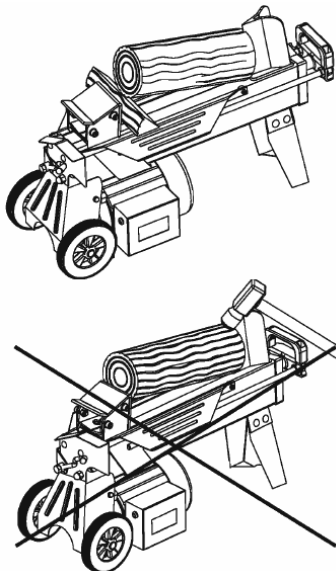

Fig.20: PREHLS52 / 042001;
- Une fois que le vérin est revenu à sa position initiale et s'est arrêté. Insérer une cale en bois sous la bûche coincée. (Fig.20&21).